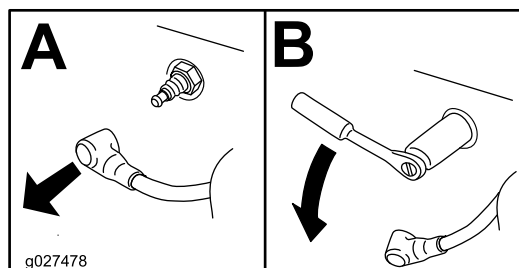

Bild 38
3. Nehmen Sie die Zündkerze heraus (Bild 38).